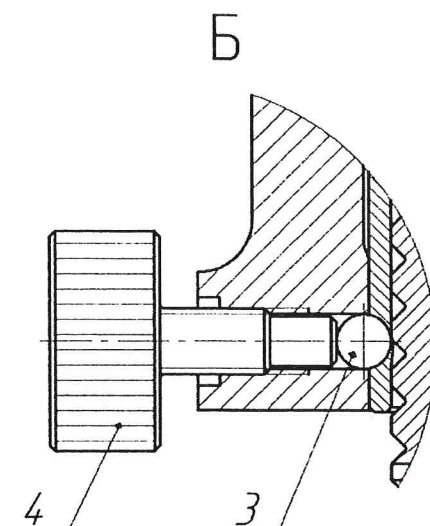

Рисунок 2
3.2.5 Установить и затянуть «от руки» винт (Рисунок 2, вид Б, поз.4).
- ослабить затяжку винта (поз.4 вид Б рис.2), находящегося на устройстве фиксации до получения возможности изменения угла наклона корпуса изделия;